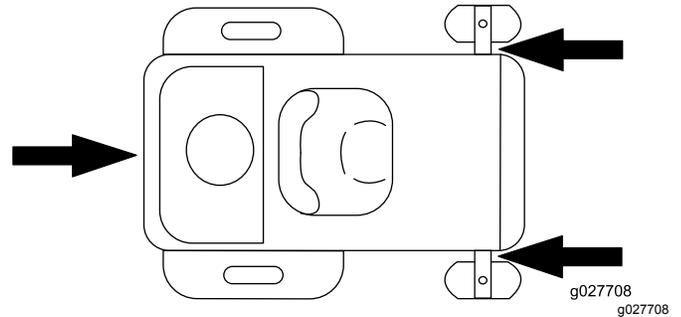

Figura 32
5. Amarre la máquina junto a las ruedas giratorias delanteras y el guardabarros trasero (Figura 32).